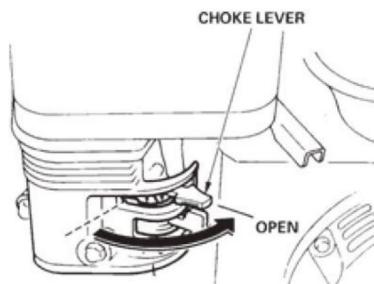

FIG.8
- 9.4 Placera choken (FIG. 8) i läge "ÖPPEN" om du startar en varm motor eller temperaturen är varm.